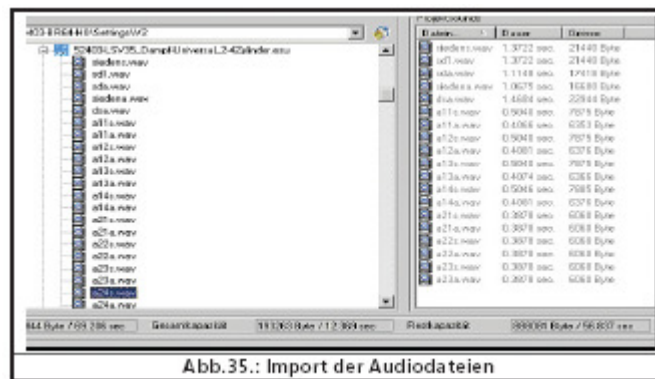

Abb.35.: Import der Audiodateien
- Mettez dans la partie au milieu du premier sillon siendens.wav, répétez avec d12.wav et siedens.wav dans le deuxième sillon jusqu'à la fin « D1 » est comme dans la figure 35 ;